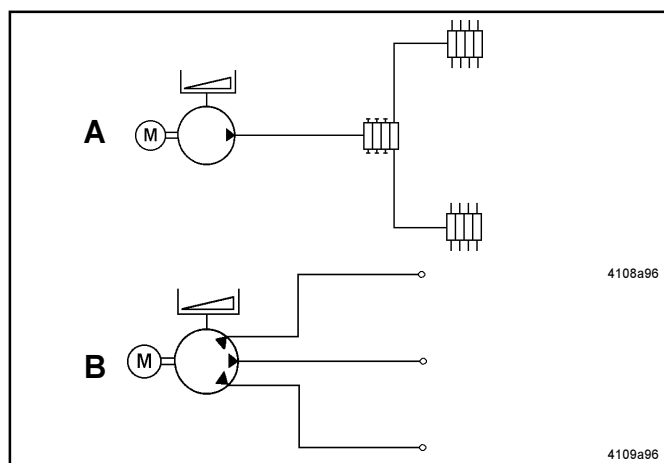

Fig. 1 - Applications de la pompe 215
- Pompe 215 utilisée comme pompe de graissage centralisé pour l'alimentation d'installations de graissage progressif de grand tailles (voir A, Fig. 1).
- Pompe 215 utilisée comme pompe à lignes multiples pour l'alimentation directe de points de graissage individuels (voir B, Fig. 1).